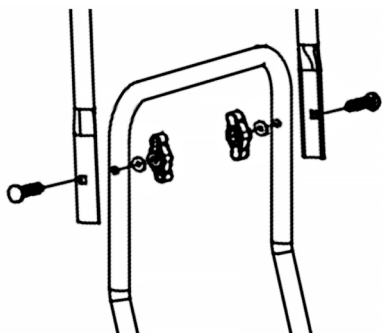

Рис. 6 Установка верхней части рабочей рукоятки
6. Установите верхнюю часть рукоятки. Совместите отверстия в верхней и нижней части рукояток и закрепите верхнюю часть рабочей рукоятки на нижней с помощью болтов и гаек, как показано на Рис. 6.